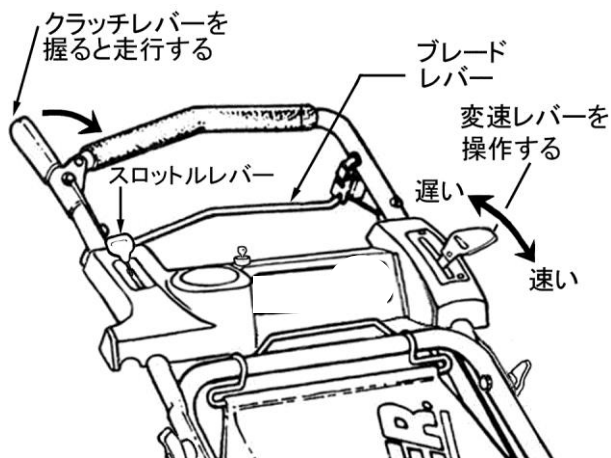

図 4-5
エンジンを止める時はブレードレバーを放します。(図 4-5)
② 走 行
2. クラッチレバーを握ると芝刈機は前進します。クラッチレバーを放すと、芝刈機の前進が止まります。芝刈機の前進は走行中いつでも変速できます。下り坂の時は低速にセットし、エンジンブレーキを使用します。(図 4-5)